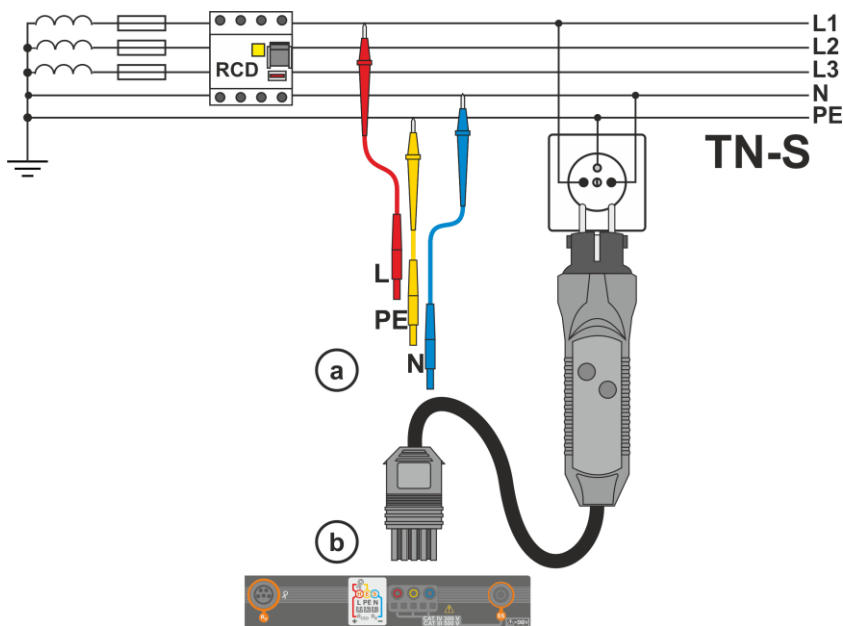
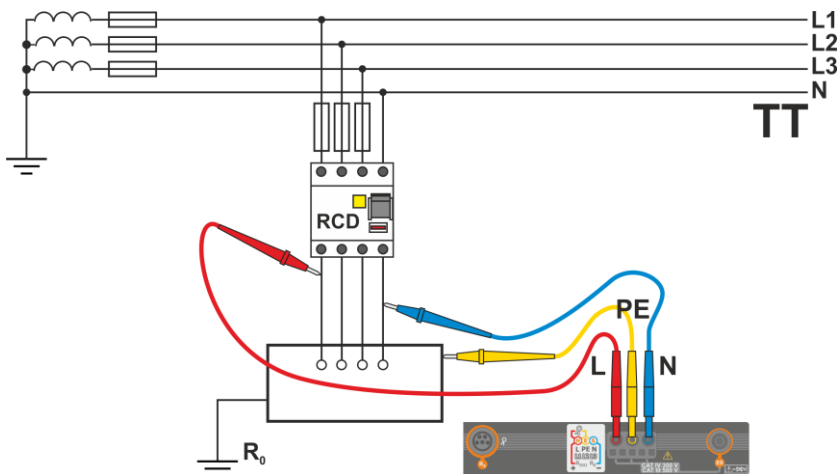

Fig. 3.3 Misura su sistemi TN-S
Fig. 3.4 Misura su sistemi TT
- ① Connetti i cavi di prova secondo Fig. 3.3, Fig. 3.4 o Fig. 3.5.